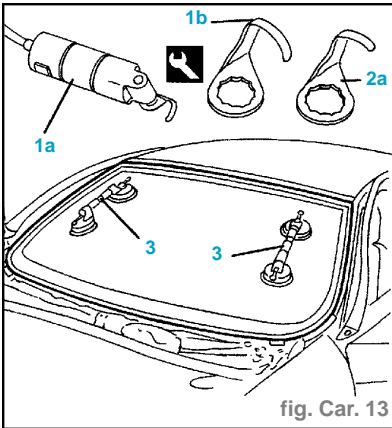

fig. Car. 13
- Utiliser un couteau vibrant (1a), avec lame (1b) et couper le fil de mastic sur le côté inférieur du pare-brise (fig. Car. 13).